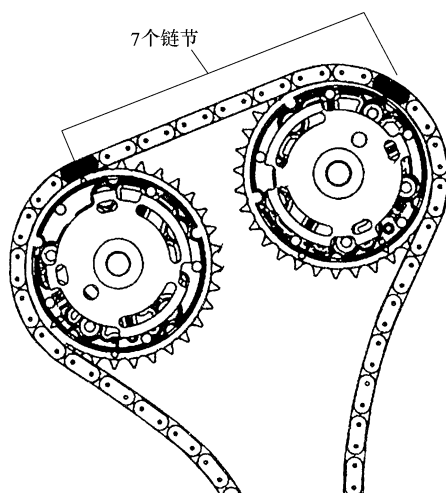

图 20-42 正时链节之间有 7 节链节
- 5) 确保两个右侧凸轮轴位置执行器链轮之间的正时链条链节之间有 7 节，如图 20-42 所示。